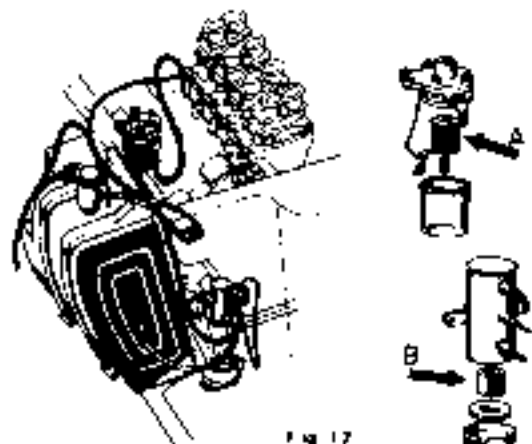

Fig. 17
Controllare ed eventualmente sostituirli. Nel circuito della benzina ce ne sono 2 (fig. 17).
- 1 filtro sulla pompa benzina, sistemato nel vano motore sul sottoteleio nel lato destro (fig. 17-B).
- 1 filtro benzina nella valvola regolatrice (fig. 17-A) al sistema nel vano motore sul lato destro. Controllare la pressione della benzina inserendo, a valle del filtro, un manometro con un raccordo a tre vie, la pressione deve essere di circa ml. 1,5 di acqua.
Inspect and, if necessary, substitute. The gasoline system has 2 filters (fig. 17).
- 1 filter on the gasoline pump, in the luggage trunk under the under-frame right-hand side (fig. 17-B).
- 1 gasoline filter in the regulating valve (fig. 17-A) at the right side of the engine housing. Check gasoline pressure by inserting, downstream of the filter, a three-way gauge, the pressure should be approximately 1.5 m of water.
Sostituire il filtro nella valvola regolatrice (fig. 17 A).
Substitute the filter in the regulating valve (fig. 17 A).